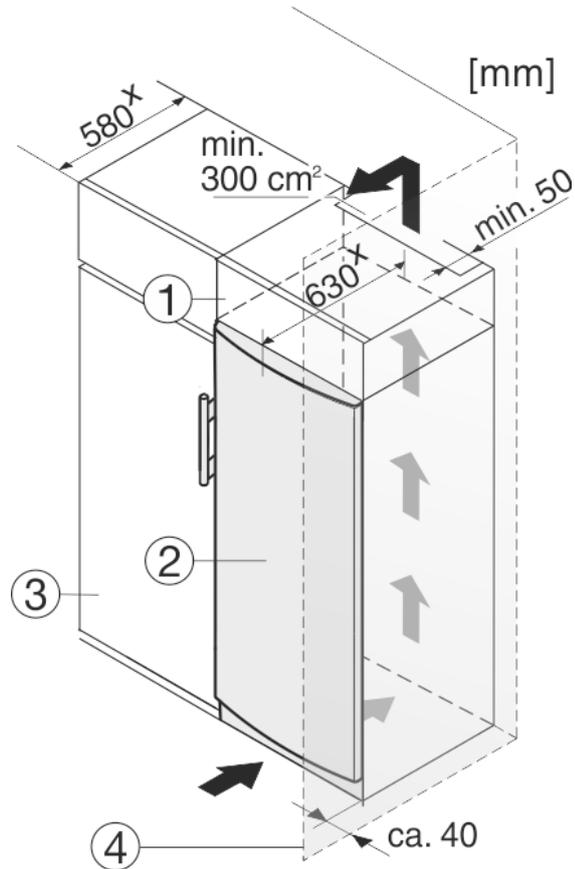

Fig. 8
- (1) Mobile da appoggio
- (2) Apparecchio
- (3) Mobile da cucina
- (4) Parete
L'apparecchio può essere incassato nell'arredamento per la cucina. Per adattare l'apparecchio Fig. 8 (2) all'altezza della cucina componibile, è possibile applicare sopra l'apparecchio un adeguato mobile da appoggio Fig. 8 (1).
Si la cocina posee armarios (profundidad máx. 580 mm), el aparato se puede colocar directamente junto al armario de cocina Fig. 8 (3). El aparato sobresale 34 mm* por los lados y 50 mm* en el centro del aparato respecto al frente del armario de cocina.
Se l'apparecchio con cerniere viene installato accanto ad una parete Fig. 8 (4), la distanza minima fra l'apparecchio e la parete deve essere almeno di 40 mm, che corrisponde alla sporgenza della maniglia con la porta aperta.